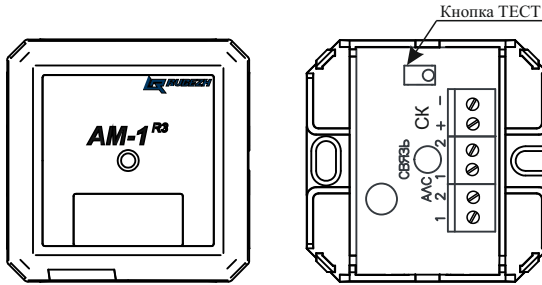

Рисунок 1 – Внешний вид крышки и основания с платой
4.2 Адресная метка представляет собой конструкцию (рисунок 1), состоящую из корпуса, внутри которого размещена плата с электронными компонентами, обеспечивающая обработку сигналов с линии Вх. СК.